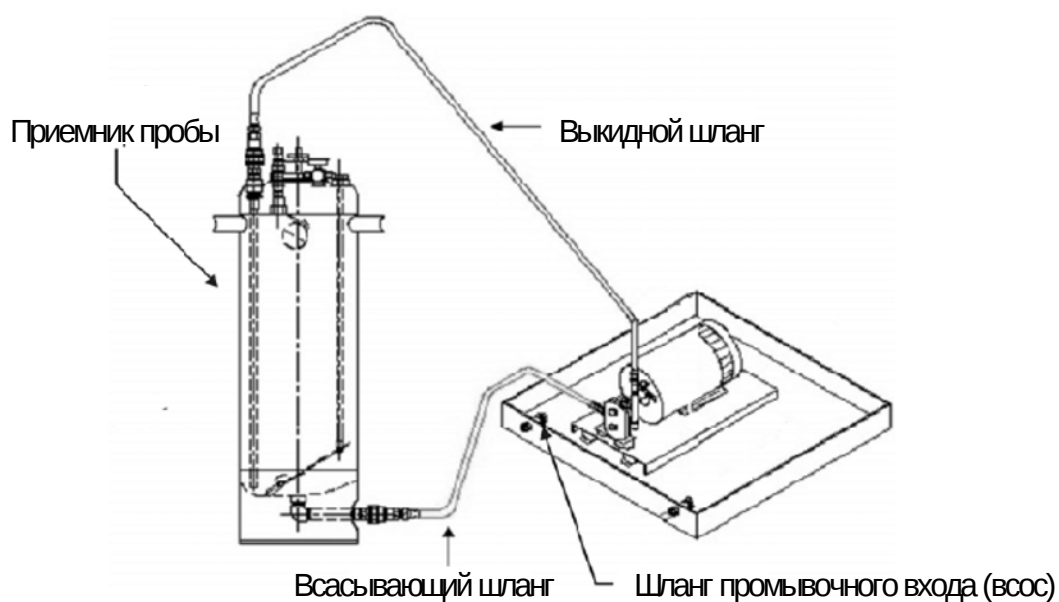

Рисунок 1—Соединения шлангов для смешивания пробы
4. Отсоедините муфту БРС выкидного шланга от дренажного сливного патрубка изнутри дренажного стола, и соедините ее со сливным соединением в верхней части приемника (Рисунок 1).
5. Отсоедините муфту БРС всасывающего шланга от патрубка промывочного входа изнутри дренажного стола, и соедините ее с соединением всоса в нижней части приемника (Рисунок 1).